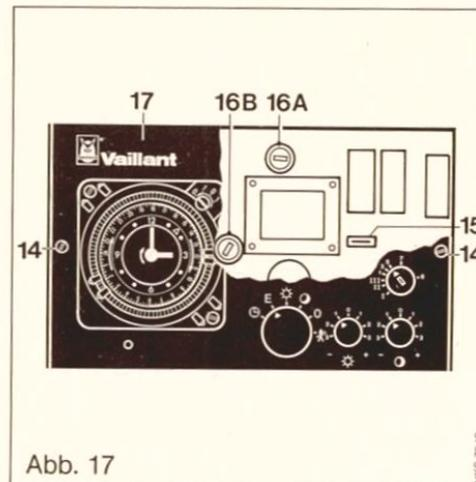

Abb. 17
- Schrauben (14) lösen, Blende (17) am Kompaktregler ausrasten und abnehmen. Abb. 17.
- Die Steckbrücke (15) von der Schaltplatine des Kompaktreglers abziehen.
- Beim Wiedereinsetzen der Blende (17) zuerst die Oberseite einrasten. Beim Einrasten der Unterseite Bedienungsknöpfe in die Blendenbohrungen einrasten.